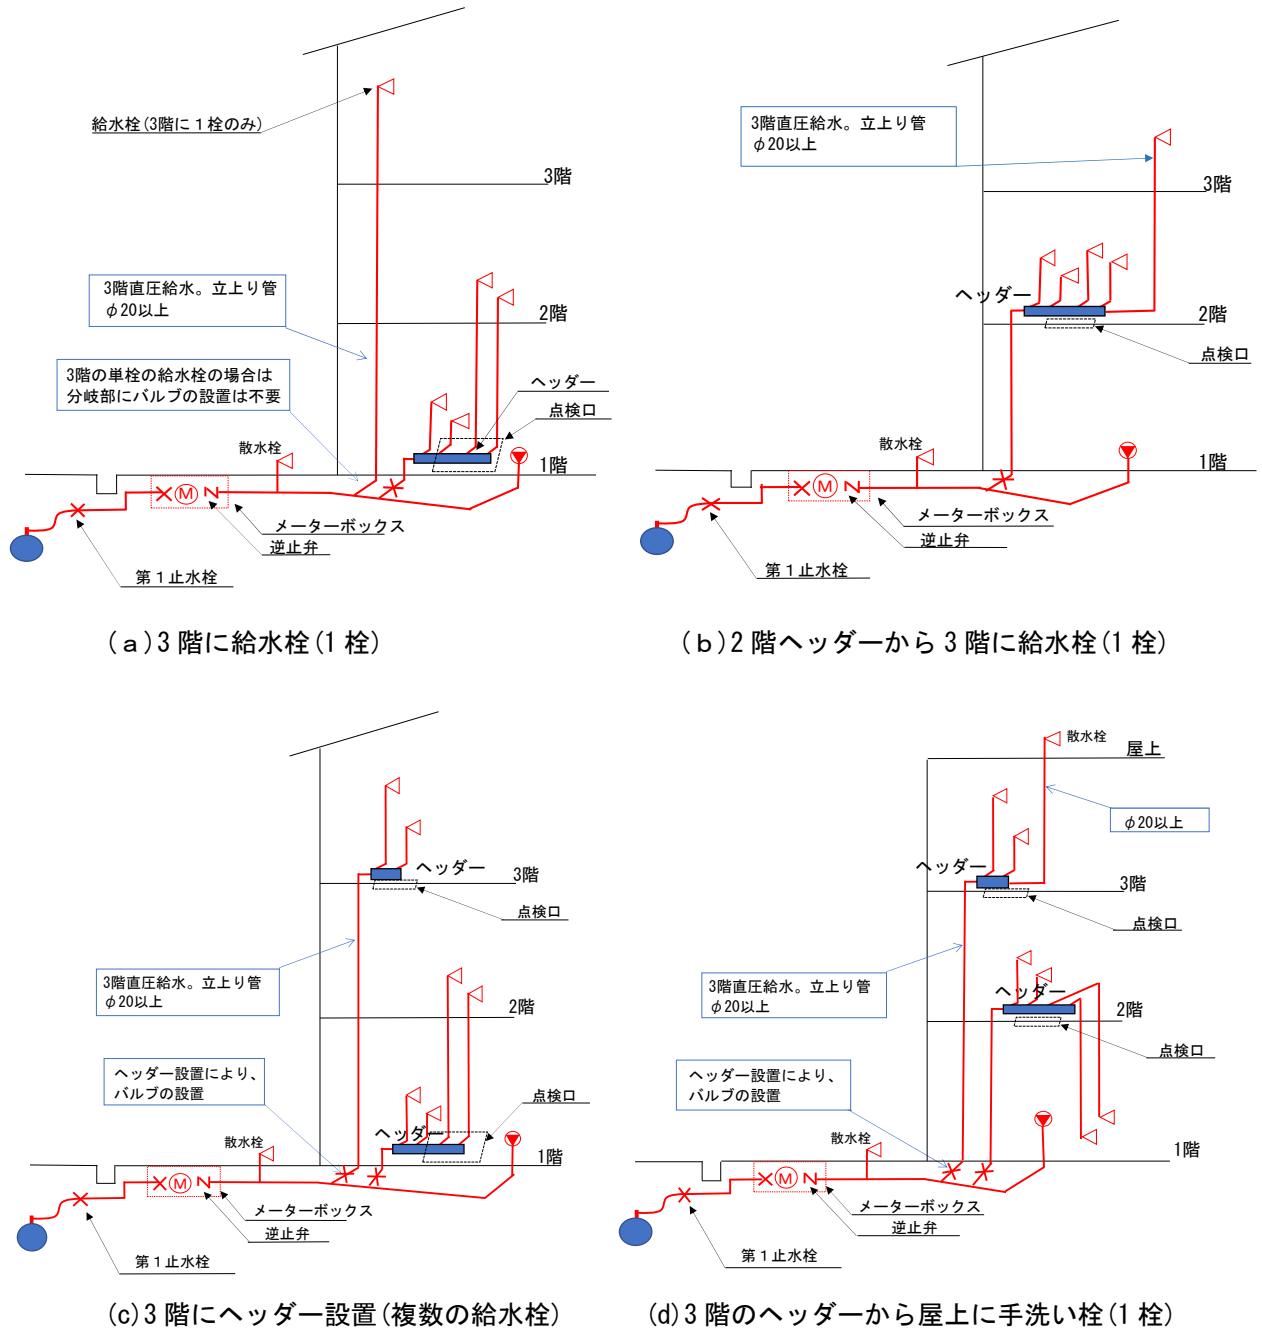

図4-3 ヘッダー工法による3階直結直圧の配管例
(1) 留意事項
- ① 一戸建て住宅は、さや管ヘッダー方式で配管し、ヘッダーの付近に点検口を設ける。
- ② さや管ヘッダー方式には屋外にバルブを設置し、そのバルブ先からヘッダーの間は分岐しない。なお、3階部にヘッダー先(φ20)から1栓立ち上げてよい。(図4-3(b))
- ③ 設計図にヘッダーの点検口を図示し、材料表にヘッダーの口数を記入する。
(2) ヘッダー工法による配管例 (図4-3)